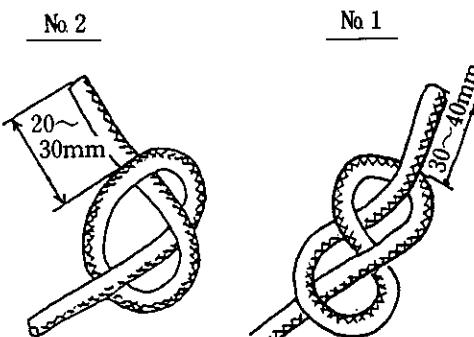

Fig. 9-4
(2) 組立要領
① 最初にスタータロープを始動ノブに通してFig 9-4の様に結んで下さい。